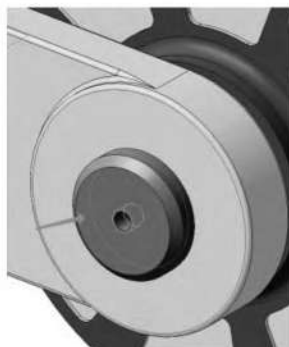

Рисунок 3.120. Выбор сопрягаемой поверхности детали «Ось»
10.4.5 Укажите плоскую грань детали *Ось* (рисунок 3.120).